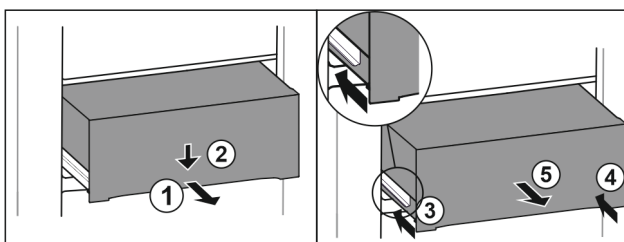

Fig. 107
- Schubfach halb herausziehen. Fig. 107 (1)
- Schubfach an der Vorderseite nach unten drücken. Fig. 107 (2)
- Linke Schiene etwa 2 cm einschieben. Fig. 107 (3)
- Rechte Schiene etwa 2 cm einschieben. Fig. 107 (4)
- Schubfach nach vorne entnehmen. Fig. 107 (5)